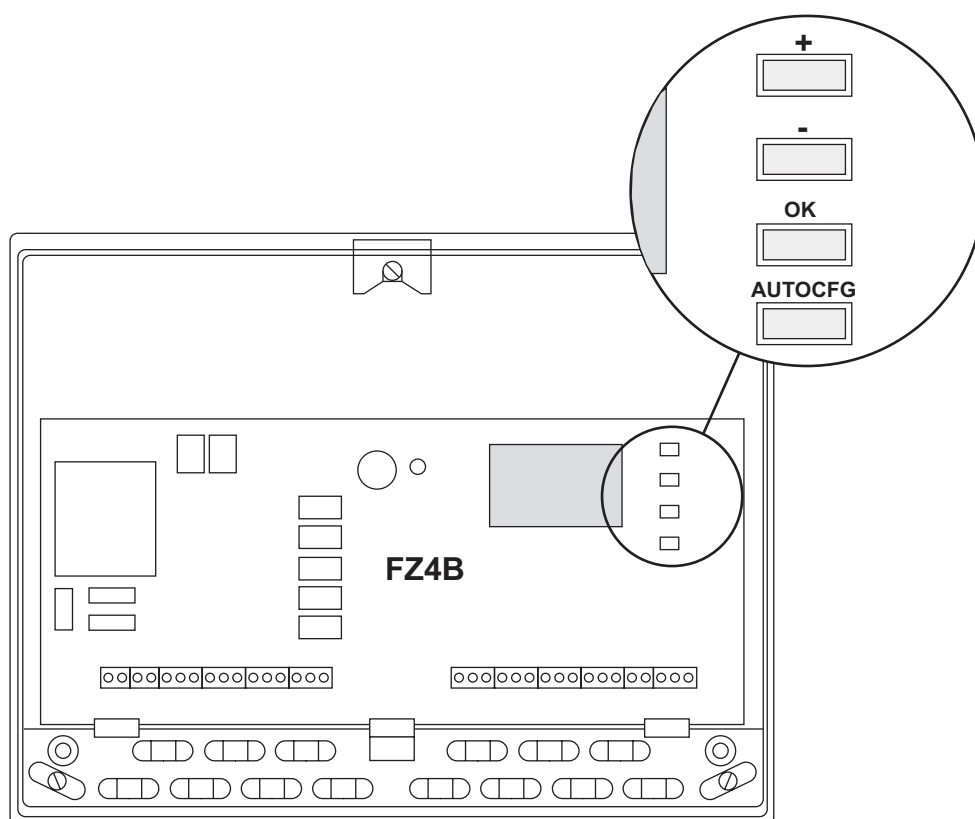

fig. 50 - Centralina FZ4B
**Attenzione:** La caldaia è predisposta per il funzionamento con **termostato ambiente** sulle zone bassa temperatura. Collegando il **cronocomando remoto** sarà necessario configurare la centralina **FZ4B**. Per fare questo, premere il tasto **AUTOCFG** (vedi fig. 50) fino al lampeggio contemporaneo di tutti i leds della scheda **FZ4B**. La caldaia sarà quindi pronta per funzionare con cronocomando remoto sulla bassa temperatura.